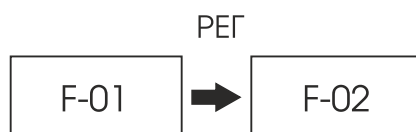

Рисунок 11. Изменение рабочей частоты.
- Для изменения рабочей частоты металлодетектора удерживайте нажатой в течение 5 секунд кнопку «ВВОД». На индикаторе появится надпись «F-01» как показано на рис. 11. Используйте кнопку «РЕГ» для изменения рабочей частоты (от 1 до 12) и кнопку «ВВОД» для сохранения выбранного значения и перехода в рабочий режим металлодетектора.